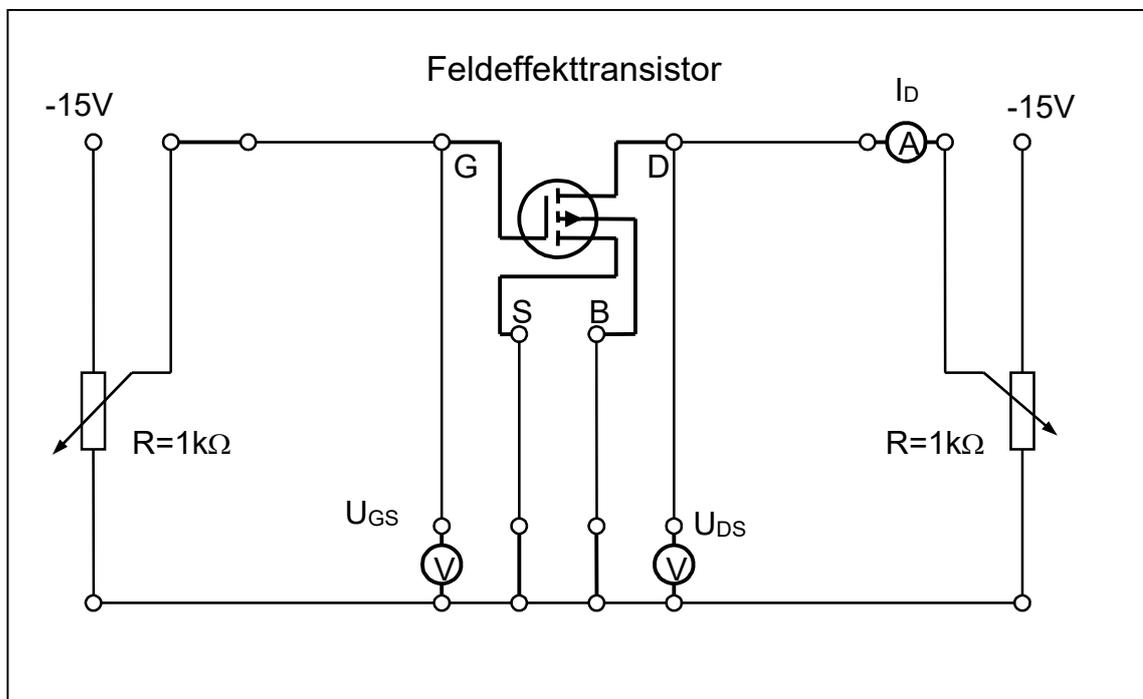

Bild 4
3.3.1 Ermitteln Sie messtechnisch die Kennlinien des vorliegenden p-Kanal-MOSFETs (*SMY 52, selbstsperrend, Anreicherungstyp*) in Sourceschaltung und tragen Sie die Werte in Diagrammen auf (Messschaltung siehe Bild 4):